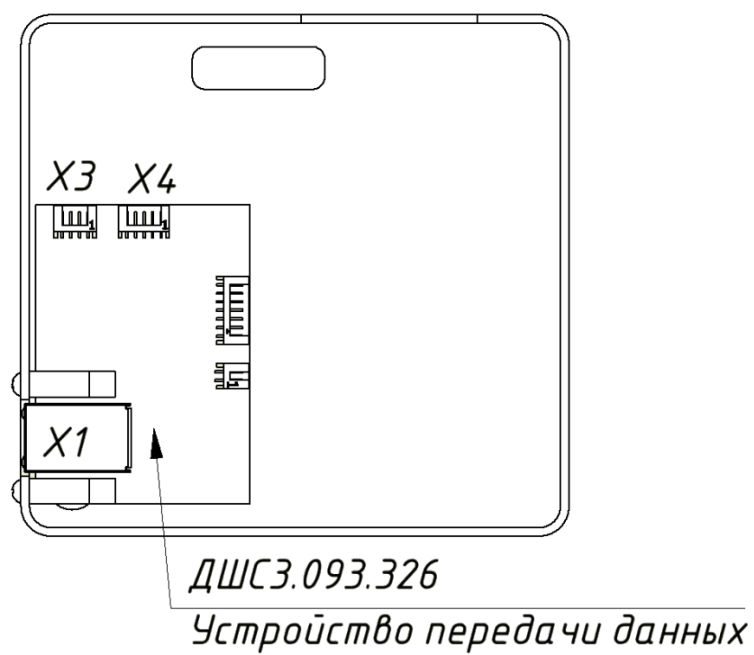

Рисунок 4.3 – Установка УПД
- установить на крышке устройство передачи данных ДШС3.093.326 (далее – УПД), закрепив стойки винтами ST2,9x9,5-С-Z ГОСТ Р ИСО 7049-93, из комплекта переоборудования (см. рисунок 4.3);